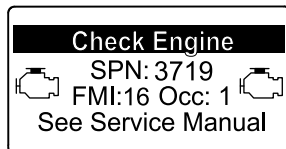

Figure 40
- Avertissement moteur SPN 3720, FMI 16 (Figure 40)